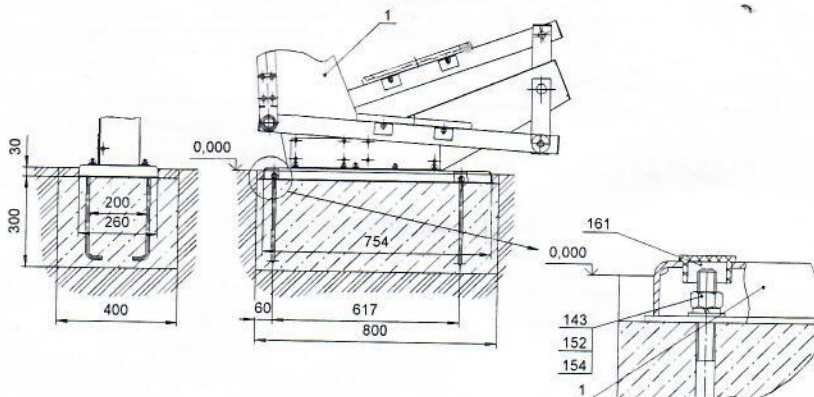

Рис.3
10.3.2 Убедиться в сухости и прочности залитого бетона. Установить металлоконструкцию тренажера (поз. 1) на анкерные болты и закрепить, установить заглушки поз.161 (рис.3):